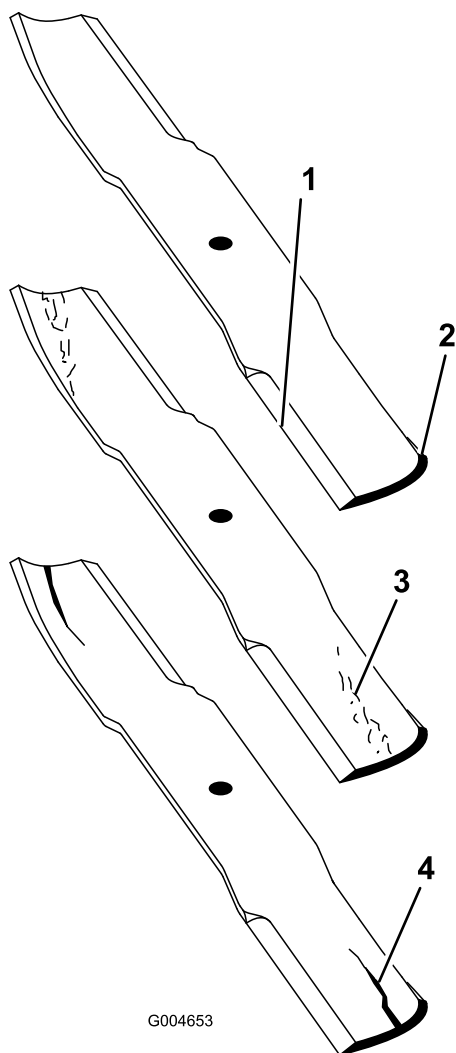

Figura 85
2. Examine cuidadosamente los extremos de corte de la cuchilla, sobre todo en el punto de reunión entre la parte plana y la parte curva de la cuchilla (Figura 85).
Nota: Puesto que la arena y cualquier material abrasivo pueden desgastar el metal que conecta las partes curva y plana de la cuchilla, compruebe la cuchilla antes de utilizar el cortacésped. Si se aprecia desgaste (Figura 85), cambie la cuchilla.